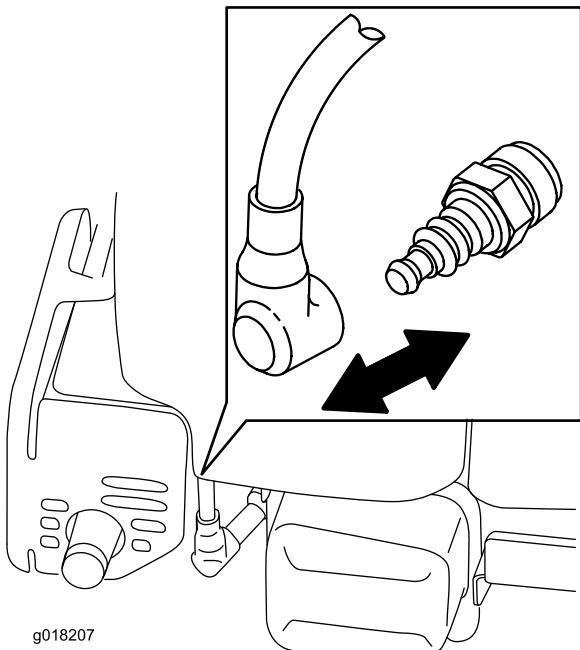

Figura 16
- Staccate il cappellotto dalla candela (Figura 16) prima di eseguire interventi di manutenzione.